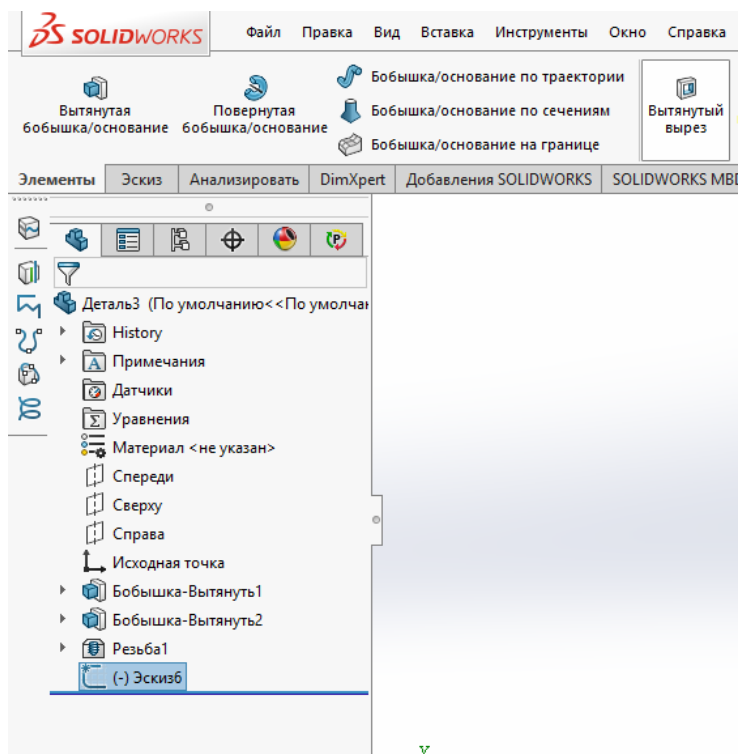

Рисунок 16 – вытянутый вырез
19. Выделить созданный эскиз в дереве моделей. На панели инструментов «Элементы» выбрать функцию «Вытянутый вырез». Рисунок 16.